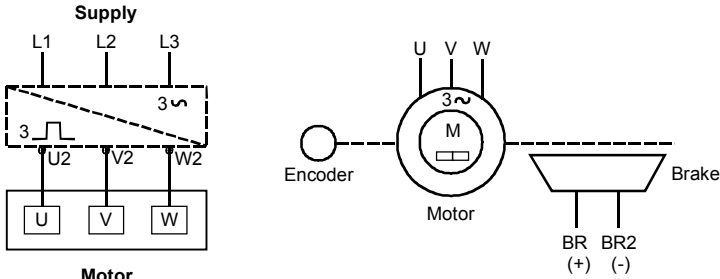

Fig. 6 Kopplingsschema
- Beakta uppgifterna på typskylten (kap. 3.1) och uppgifterna på kopplingsbilderna (Fig. 6 upp till Fig. 9)